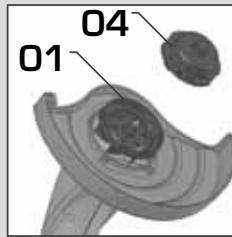

Fig. 08
Em seguida recoloque o conjunto(tampa e carrelé)(4) pressionando-o contra o porta carrelé(1), e girando-o em sentido horário até perceber o "click" de encaixe **[Fig 08]**.